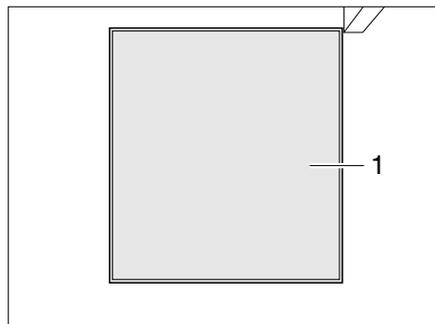

Bild 251 Zugang Fäkalientank, geschlossen
- Wenn der Zugang zum Fäkalientank (Kassette) (Bild 251,1) verschlossen ist: Toilettenraum herausziehen (siehe Abschnitt 11.7.1).